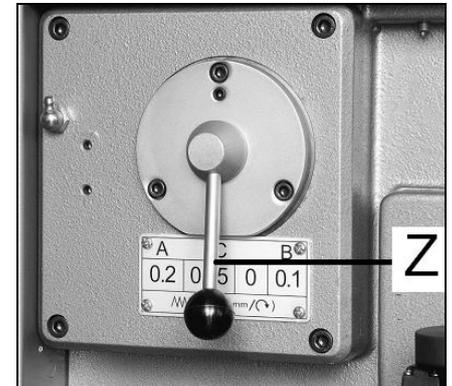

Fig 8
**6.3 Autom. Pinolenvorschub** Stellen Sie den gewünschten Bohrvorschub ein (Z, Fig 8).
Bei längerem Nichtgebrauch das Vorschubgetriebe auskuppeln. Schalthebel (Z, Fig 8) auf Position "0" stellen.